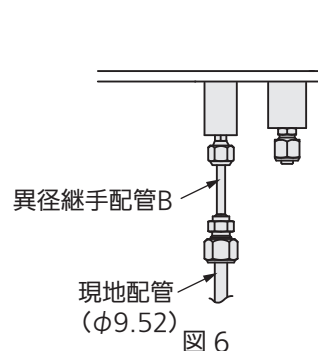

図 6
5. 異径継手配管 B のフレアナットをはずして現地配管と接続してください。(図 6)